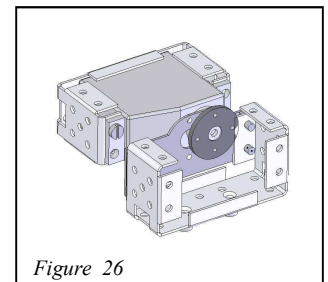
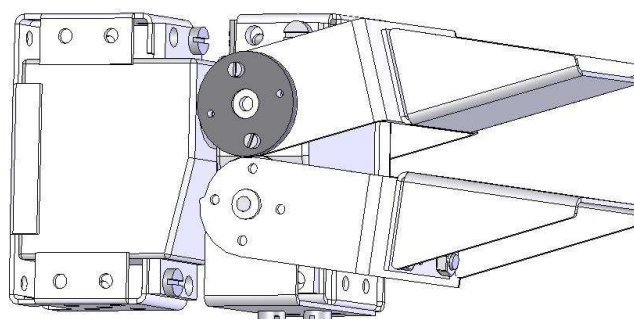

Figure 26
Figure 27
**Étape 18** : Assurez vous de placer le **servomoteur (1)** en positions neutre. Placer le bloc servomoteur dans le **palonnier (3)**. Voir *la figure 26*. puis visser le avec une **vis palonnier (6)**. Puis finir l'assemblage en faisant l'étape 7 à 14 du précédant montage. Puis Placer la **vis palonnier (6)** sur l'axe du **servomoteur (1)** de la pince. Vous obtiendrez l'ensemble de *la figure 27*.